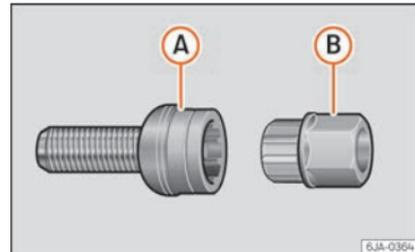

Abb. 62 Sicherheitsradschraube mit Adapter
- Stecken Sie den Adapter (B) »» **Abb. 62** mit seiner verzahnten Seite bis zum Anschlag so in die innere Verzahnung der Sicherheitsradschraube (A), dass nur noch der äußere Sechskant herausragt.
- Schieben Sie den Radschlüssel bis zum Anschlag auf den Adapter (B).